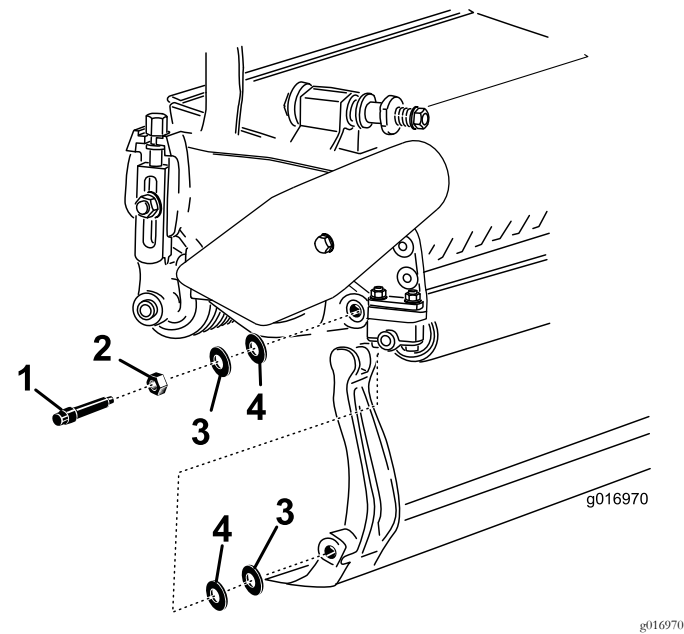

图24
- 取下底刀架 (图24) 各端的 2 个尼龙和 2 个印花钢垫圈。
3. 将尼龙垫圈放在侧板凸起的两侧。在两个尼龙垫圈的外侧各放一个钢垫圈 图24。